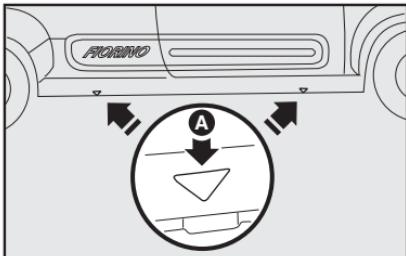
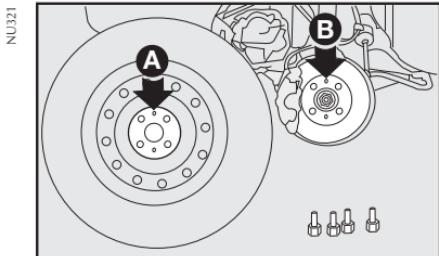

fig. 5
fig. 6
3) Colocar o macaco onde está marcado o símbolo ▼ A-fig. 5, perto da roda a substituir, e certificar-se de que a ranhura A-fig. 6 do macaco esteja bem encaixada na longarina B ou C-fig. 6.